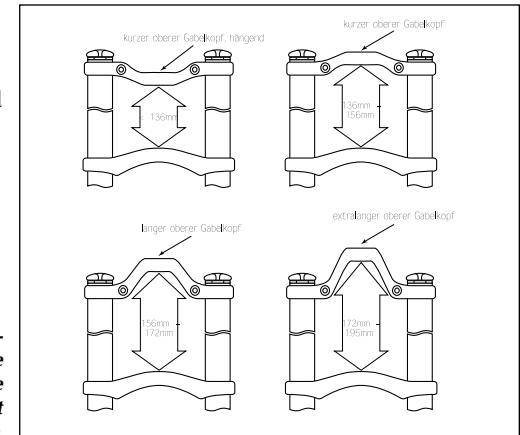

Fig. 2
- Bevor Sie die Judy XL am Fahrrad montieren, überzeugen Sie sich, daß die Gabel mit dem richtigen oberen Gabelkopf geliefert worden ist. Auf Abb. 2 sehen Sie die verschiedenen oberen Gabelköpfe, die es für die Judy XL gibt. Dort sehen Sie auch, wie Sie die Verwindungsteife der Gabel optimieren können, indem Sie den oberen Gabelkopf richtig auswählen und richtig ausrichten.